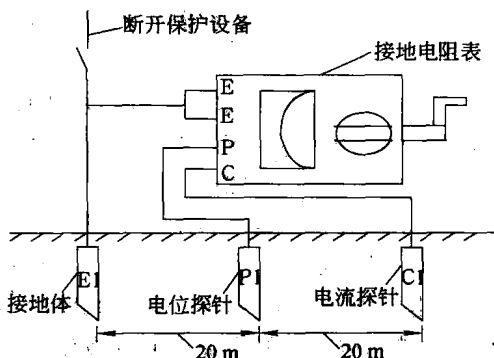

图 1-7 接地电阻测量接线
(1)接地电阻表 E 端钮接 5 m 导线,P 端钮接 20 m 导线,C 端钮接 40 m 导线,导线的另一端分别接被测物接地极 E1、电位探棒 P1 和电流探棒 C1,且 E1、P1、C1 应保持直线,其间距为 20 m,如图 1-7 所示。